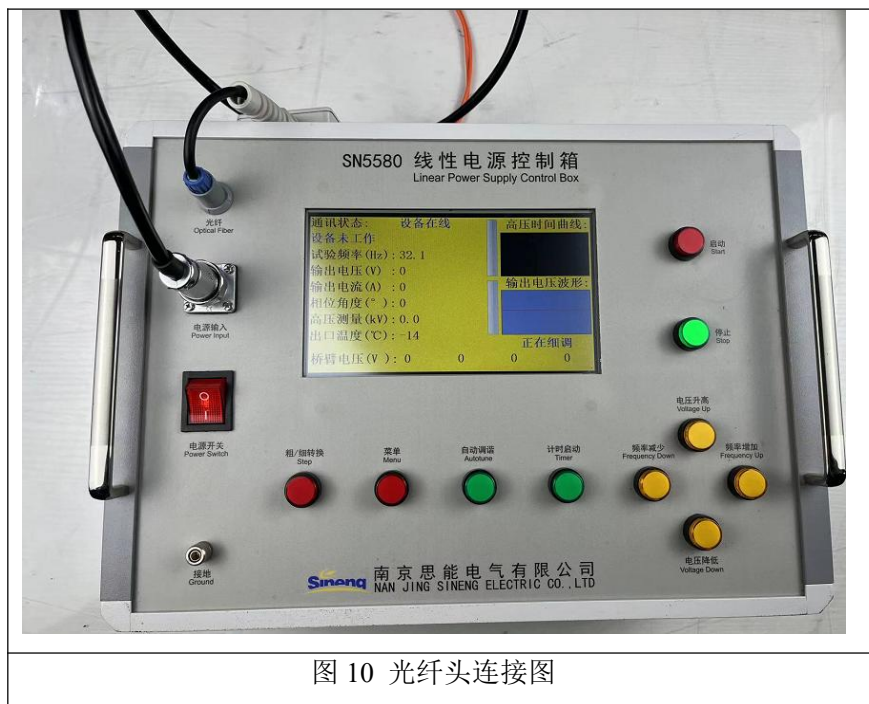

图 10 光纤头连接图
1.1.1 光纤连接线由光纤和光电分离器组成，请注意拔插光纤时手握插头的位置如图 10 右所示。需要插入，应对准好缺口，向内稍微用力即可听到接头自锁的声音。需要拔出（如图 10 所示），往外用力即可把接头轻轻的拔出，切勿用力过猛。变频电源的光纤连接线两头可以颠倒使用。